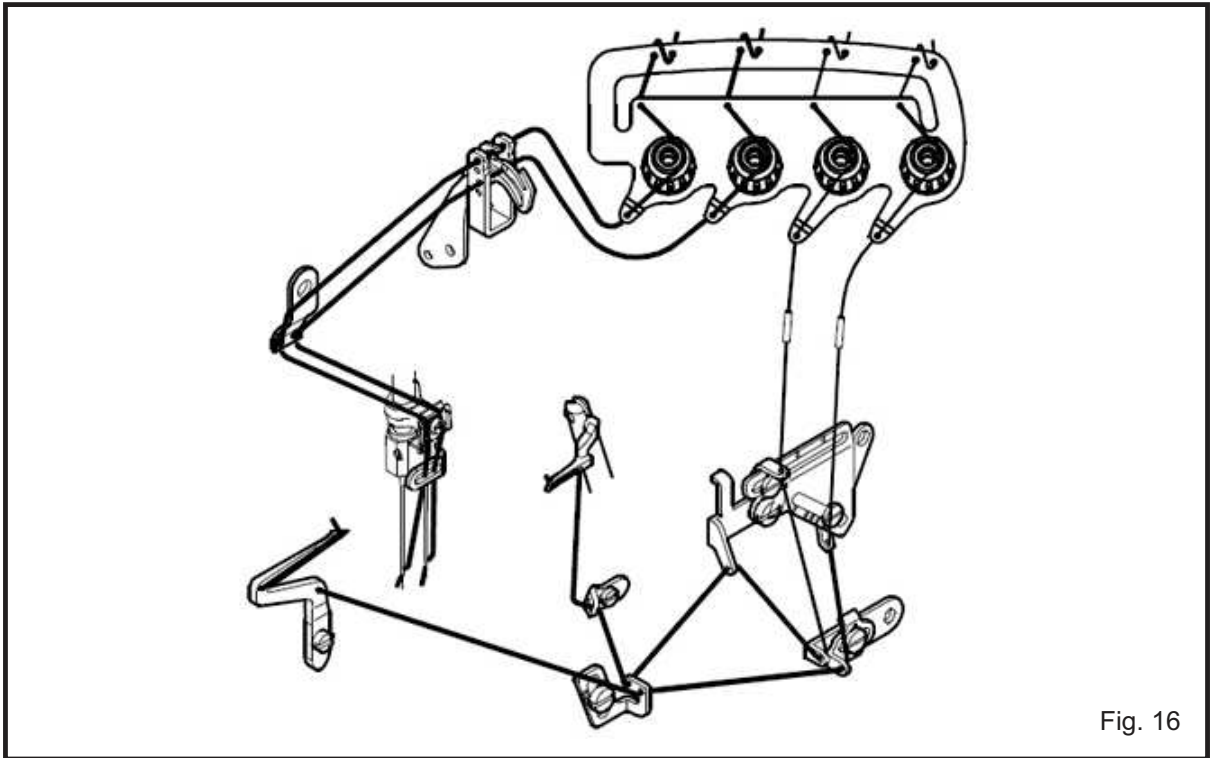

Fig. 16
2. Somente para quatro fios 747. (Fig. 16)